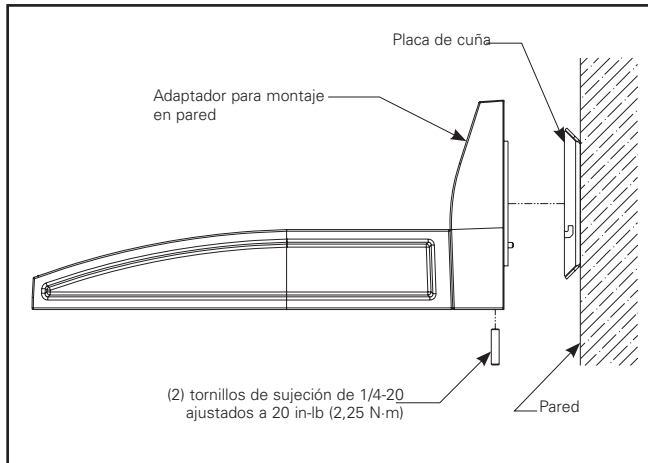

Figura 1.
4. Realice las conexiones de cableado según el diagrama de cableado (Figura 1).